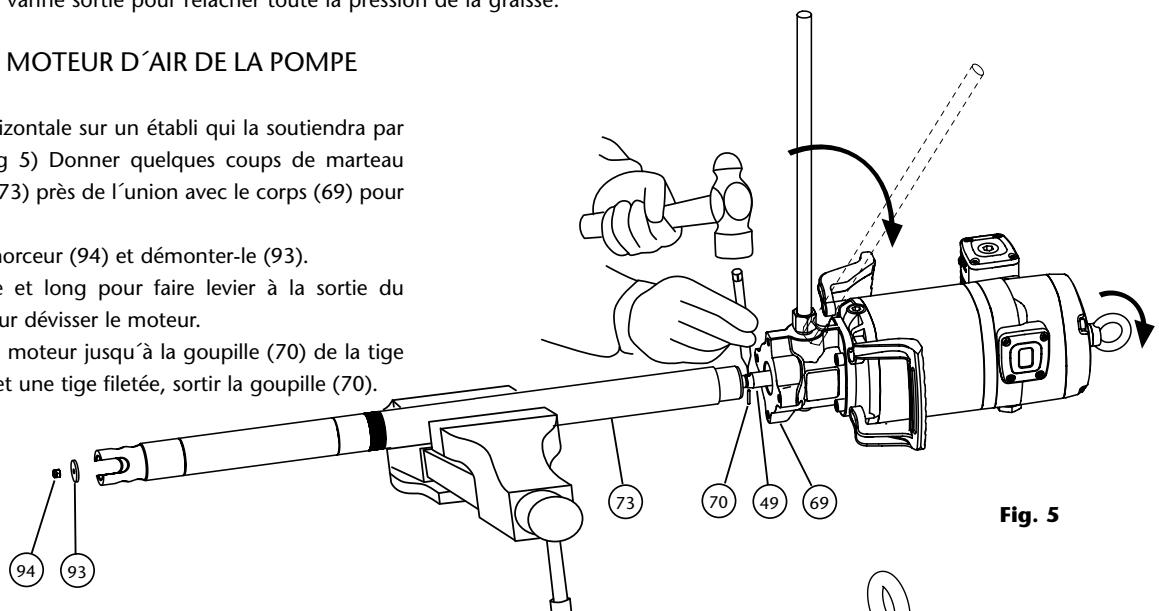

Fig. 5
1. Placer la pompe à l'horizontale sur un établi qui la soutiendra par le tube d'aspiration (fig 5) Donner quelques coups de marteau dans le tube supérieur (73) près de l'union avec le corps (69) pour rompre le frein filet.
2. Dévisser l'écrou de l'amorceur (94) et démonter-le (93).
4. Une fois dévissé, tirer le moteur jusqu'à la goupille (70) de la tige (49). Avec un marteau et une tige filetée, sortir la goupille (70). Le moteur est libéré.